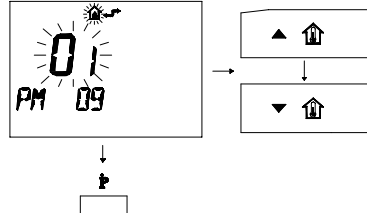

fig. 9.15
- 4 Per modificare il **SET** programmato agire sui pulsanti o e aspettare che il numero programmato cominci a lampeggiare (fig. 9.15)